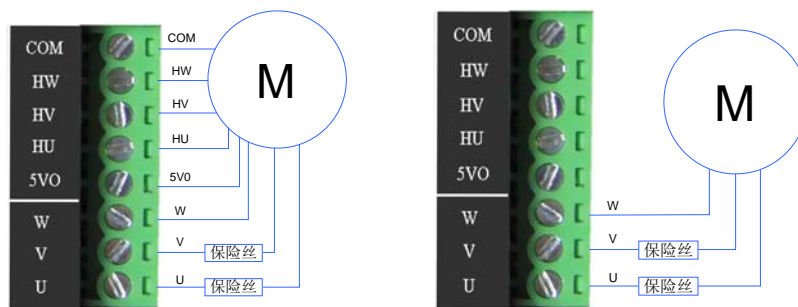

图 3.1 有感无刷电机接法（左）/ 无感无刷电机接法（右）
- 1) 将电机的U、V、W三相电源线接到驱动器电机接口的U、V、W，将有感无刷电机的霍尔传感器电源线正负极（通常正极为红色，负极为黑色，具体参照电机的相关资料）分别接到驱动器霍尔信号接口的 5VO和COM，霍尔传感器的三霍尔位置信号线接到驱动器霍尔接口的HU、HV、HW，如图 3.1 所示。若为无感无刷电机则不接霍尔信号线。